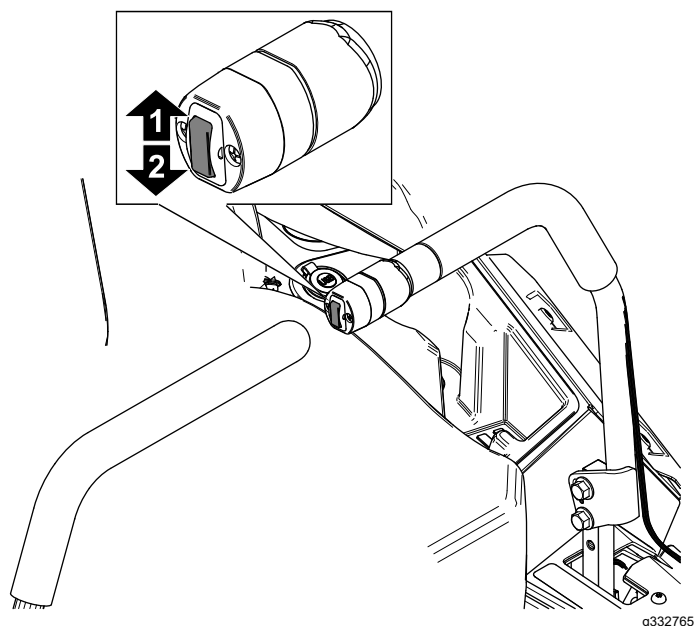

Figura 30
1. Apăsai în sus pe comutatorul pentru ridicarea punii (Figura 30).